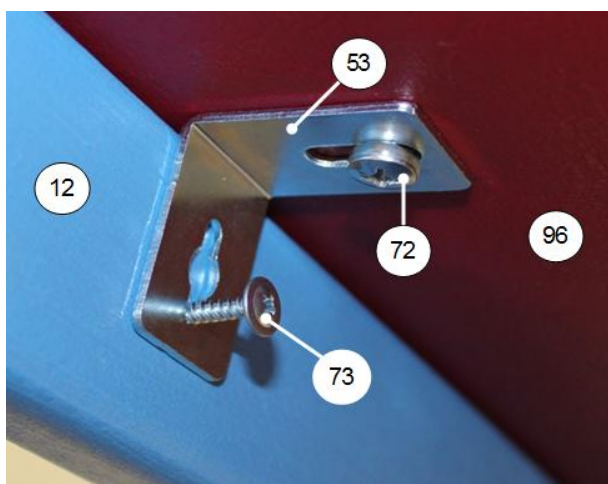

рис.5
5.5. **Сборка площадки.** См. рис.5. К площадке (96) винтами (72) прикрутить не затягивая уголки (53). Установите на место площадку и прикрутить саморезами (73) в самый низ отверстия. Заверните винты (72).